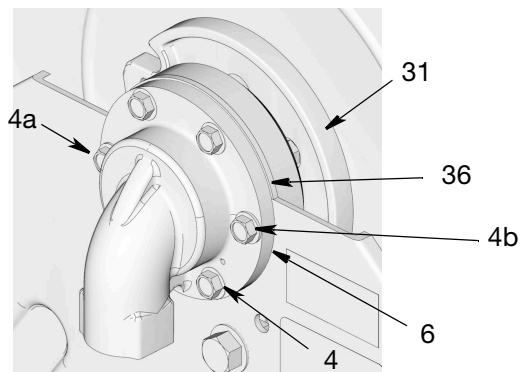

Рис. 21
4. Только для моделей среднего давления. Вставьте прокладку (36) между впускным патрубком (6) и сепаратором подшипника (35) (Рис. 21).
5. Сначала вставьте 2 боковых болта (4а и 4b), как показано на Рис. 21, через раму и впускной патрубок (6). Затяните болты с усилием, достаточным для удержания всех деталей на месте.
6. Затем вставьте остальные четыре болта (4). Затяните все болты вручную с усилием 33,9–47,45 Н•м (25–35 футофунтов).